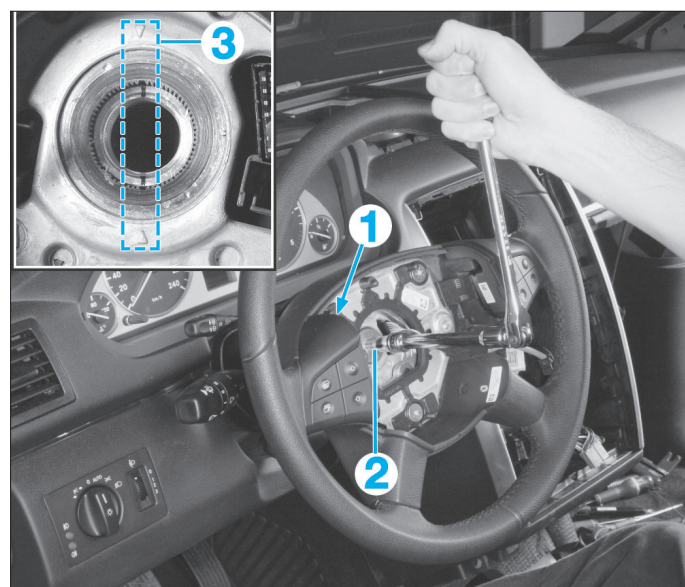
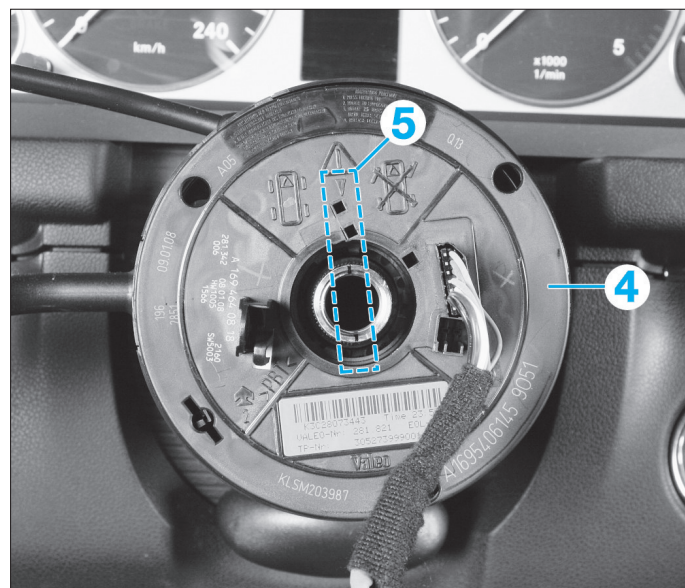

FIG. 1
FIG. 2
- Débrancher le connecteur (1) (Fig.1).
- Déposer la vis (2) à l'aide d'une clé Allen de 10.
- Immobiliser le contacteur tournant (4) à l'aide de ruban adhésif (Fig.2).